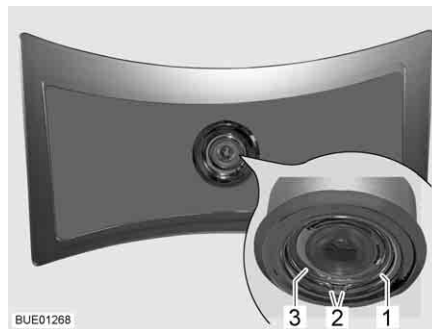

Fig. 267 Plafonnier
- Presser la rondelle élastique (Fig. 267,1) par ses deux extrémités (Fig. 267,2) et la retirer.
- Extraire le boîtier (Fig. 267,3) avec la DEL de la lampe.